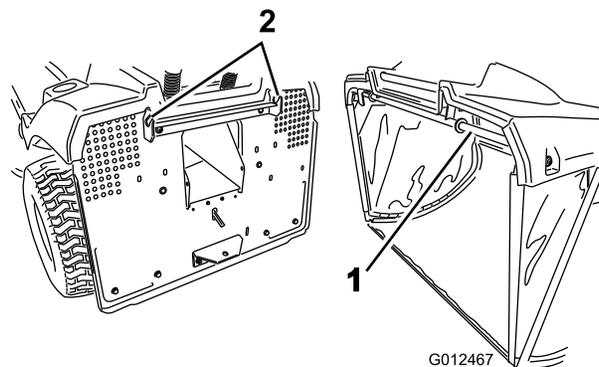

Figura 39
1. Agganciate la barra di supporto superiore ai 2 intagli presenti sulla staffa di supporto posizionata sul retro della macchina (Figura 39).